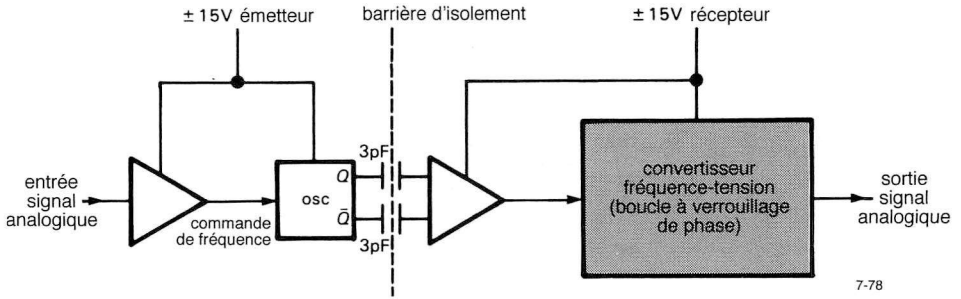
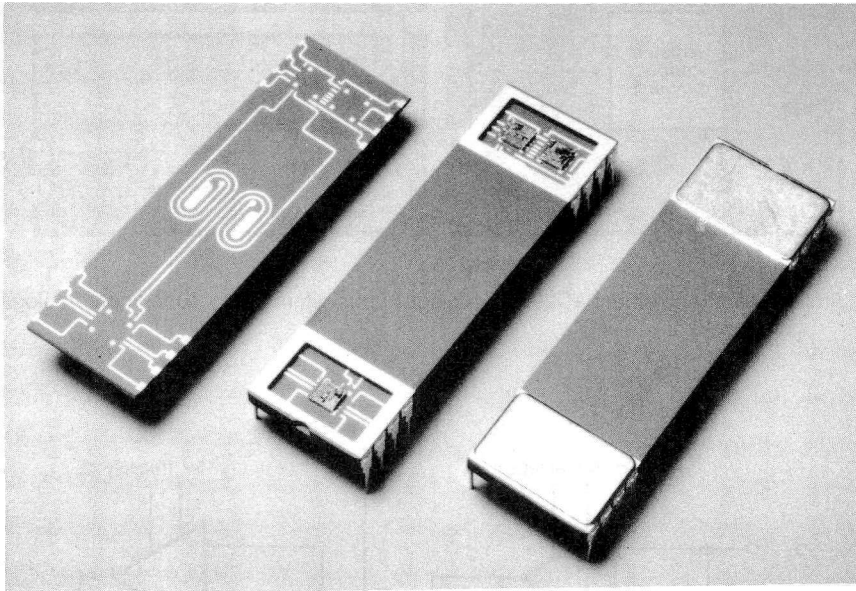

Figure 7.78 - Amplificateur d'isolement à couplage capacitif.
Figure 7.79 - Amplificateur d'isolement ISO106 Burr-Brown (document Burr-Brown).
3. Couplage capacitif d'une porteuse à haute fréquence modulée en fréquence par le signal à isoler (figure 7.78). Cette technique est caractéristique des modèles ISO102, ISO106 et ISO122 de Burr-Brown (figure 7.79). Il n'y a pas de rétroaction, comme avec les modèles à transformateurs, mais vous avez besoin d'une alimentation de chaque